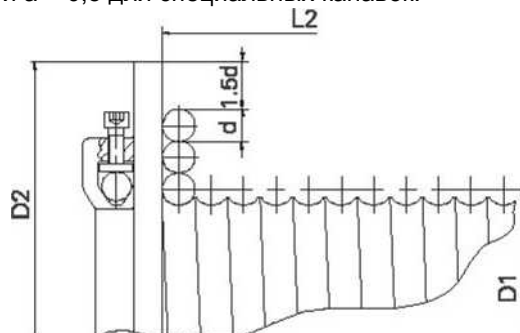

Рис. 5
4.4. Формула для вычисления параметров барабана и троса (рис. 5):